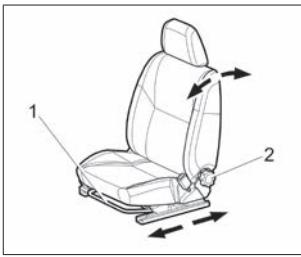

Рис. 9. Переднее сиденье
Для регулировки передних сидений в продольном направлении потяните блокирующий рычаг 1 (рис. 9) вверх. После установки сиденья в удобное положение опустите рычаг и, небольшим перемещением сиденья вперед-назад, добейтесь его надежной фиксации.
Рис. 9а. Переднее сиденье
**В вариантом исполнении** в автомобиле реализуется функция регулировки переднего сиденья по высоте. Чтобы изменить угол наклона и положение подушки сиденья, поднимайте либо опускайте рычаг (см. рис. 9а), расположенный с внешней стороны подушки. Для того чтобы опустить подушку сиденья, толкните рычаг несколько раз вниз. Для того чтобы поднять подушку сиденья, потяните рычаг несколько раз вверх. Наклон спинки сиденья регулируется бесступенчато вращением круглой рукоятки с противоположной от рычага регулировки сиденья стороны.